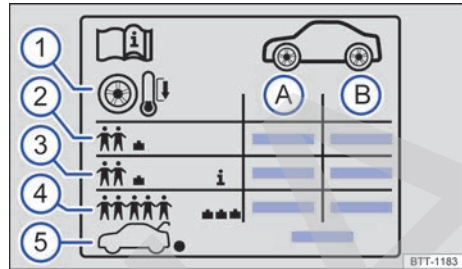

Fig. 227 Símbolos en el adhesivo de la presión de los neumáticos.
Datos que figuran en el adhesivo → fig. 227:
En función del vehículo, el adhesivo de la presión de los neumáticos puede incluir una presión de confort → fig. 227 ③. La presión de confort permite aumentar el confort de marcha. Cuando se circula con la presión de confort, puede que se incremente el consumo de combustible.